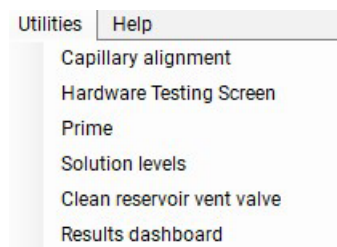

Figure 91 Menu Utilities (Utilitaires)
- 1 Dans le menu déroulant **Utilities** (Utilitaires), sélectionnez **Results dashboard** (Tableau de bord des résultats) (**Figure 91**).